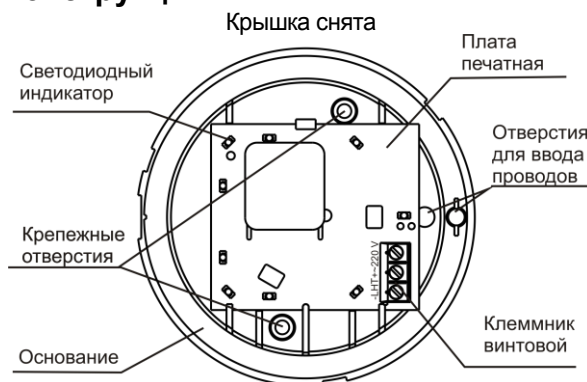

Рисунок 1
Оповещатель состоит из основания, печатной платы с радиоэлементами и крышки (рисунок 1). Конструкция оповещателя обеспечивает возможность крепления его на стене помещения.
- в)** провести провода от источника питания через отверстие для ввода проводов в основании оповещателя (рисунок 1). Имеется возможность выдавливания в основании второго отверстия для ввода проводов;